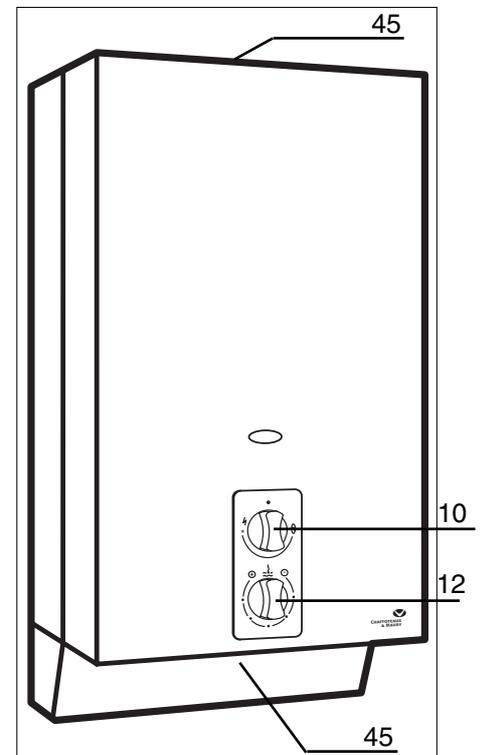

Fig.10
- Retirer la façade du chauffe-bain. Voir paragraphe "démontage de la façade d'habillage" (fig. 10).
Démontage de l'habillage (fig.10)
(fig. 10, page 3).